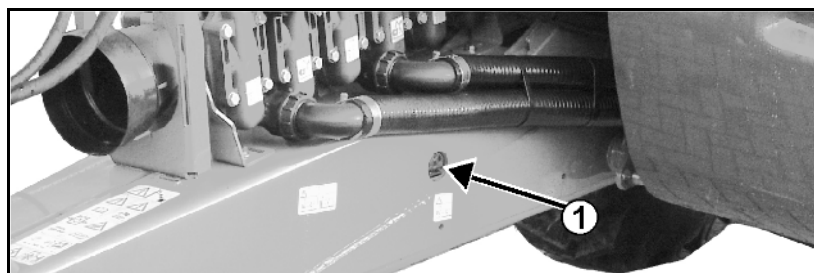

Fig. 6
- To fastsurringspunkter til højre og venstre på styreakslen (Fig. 6/1)